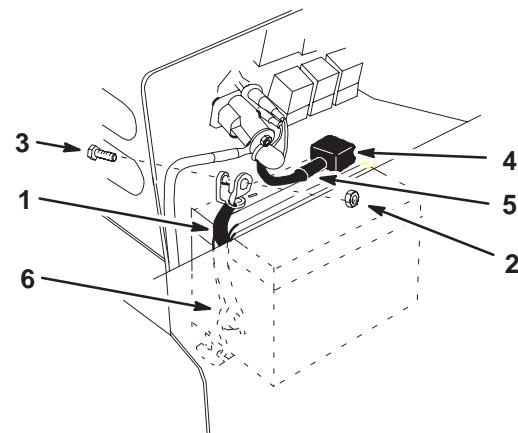

Bild 44
5. Klemmen Sie das Minuskabel (schwarz) vom Batteriepol ab (Bild 44).
6. Schieben Sie die rote Gummiabdeckung am Pluskabel nach oben. Klemmen Sie das Pluskabel (rote Abdeckung) vom Batteriepol ab (Bild 44).
7. Entfernen Sie das Batteriebefestigungsband (Bild 44). Entfernen Sie die Batterie aus dem Traktor.
2. Befestigen Sie die Batterie mit dem Befestigungsband (Bild 44).
3. Schließen Sie das Pluskabel (rote Abdeckung) mit der Schraube und Mutter am (+) Pluspol an (Bild 44). Schieben Sie die Gummiabdeckung über den Batteriepol.
4. Schließen Sie das (schwarze) Minuskabel mit der Schraube und Mutter am (-) Minuspol an (Bild 44).